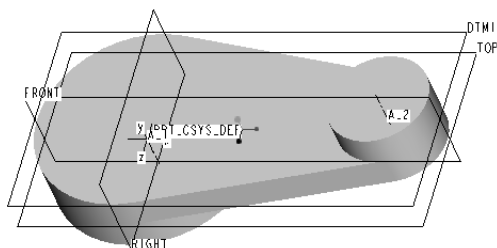

图 3.34 圆柱体 C 生成后的情况
- (6) 进入草绘模式，单击【草绘】操控板中的创建同心圆按钮 , 然后单击小半圆弧，拖动鼠标绘制一个圆，其中心与小半圆弧圆心重合。
- (7) 单击小半圆弧，按下 Delete 键，将小半圆弧删除。
- (8) 单击【草绘】操控板中的确定按钮 , 完成草图设计。
- (9) 在【选项】的【侧 1】下拉列表框中选取【盲孔】选项。
- (10) 在【输入深度】输入框中输入拉伸厚度为 3, 确定后单击 按钮。
- (11) 单击【保存的视图列表】按钮 , 选取【默认方向】命令, 查看生成的圆柱体 B 特征, 其结果如图 3.34 所示。